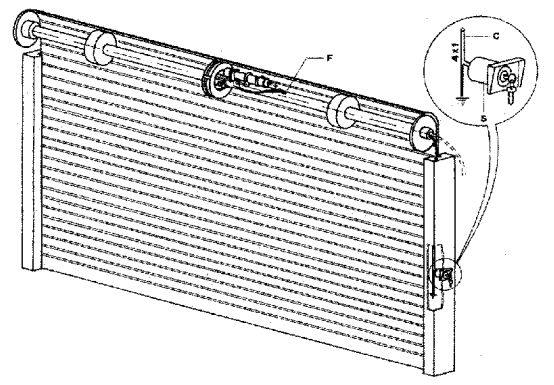

Fig. 11
- Efectue a ligação eléctrica à placa de terminais do motoredutor seguindo o esquema (fig. 11).